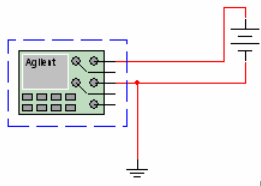

图 5-129 万用表测量电压
2) Agilent34401A 型数字万用表应与被测试电路的端点并联, 即应将万用表图标中的 1 端、3 端并接到被测试的电路中去, 被测电压低也可用 2 端、4 端, 如图 5-129 所示。测量直流电压时单击面板上的 $\frac{\text{DC}}{\text{V}}$ 按钮, 显示屏显示 VDC, 测量交流电压时单击 $\frac{\text{AC}}{\text{V}}$ 按钮, 显示屏显示 VAC。